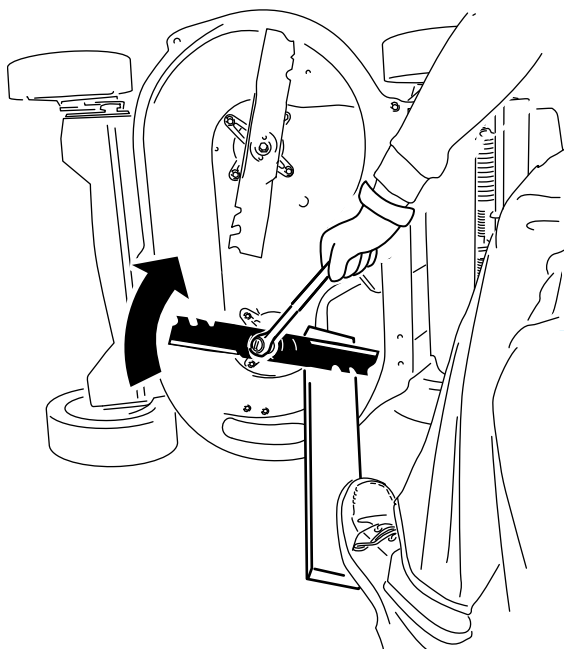

Figure 31
2. Immobilisez chaque lame à l'aide d'une planche et tournez le boulon de lame dans le sens horaire au moyen d'une clé dynamométrique comme montré à la Figure 31 ; serrez chaque boulon de lame à **82 N·m**.